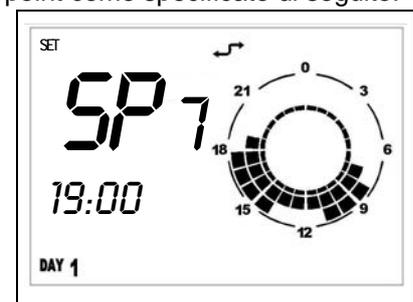

Figura 21
- L'orario ed il set di temperatura impostati verranno anche visualizzati graficamente sull'orologio del display (vedi Figura 21).
- Nell'esempio di Figura 21, per il giorno Lunedì, sono stati impostati 7 set point come specificato di seguito: